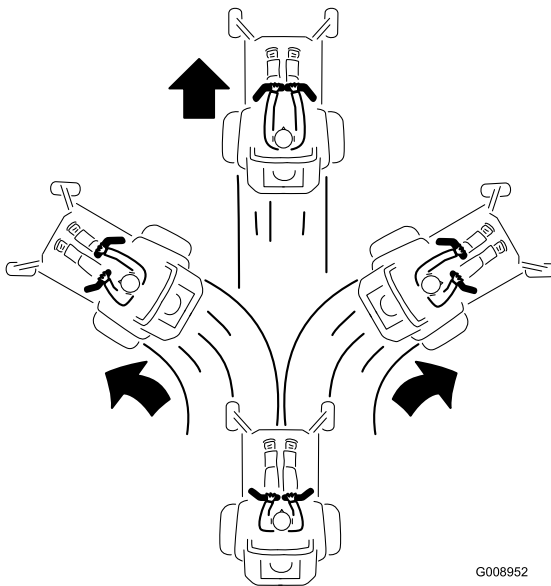

Figura 28
2. Para ir hacia adelante, empuje lentamente las palancas de control de movimiento hacia adelante (Figura 28).